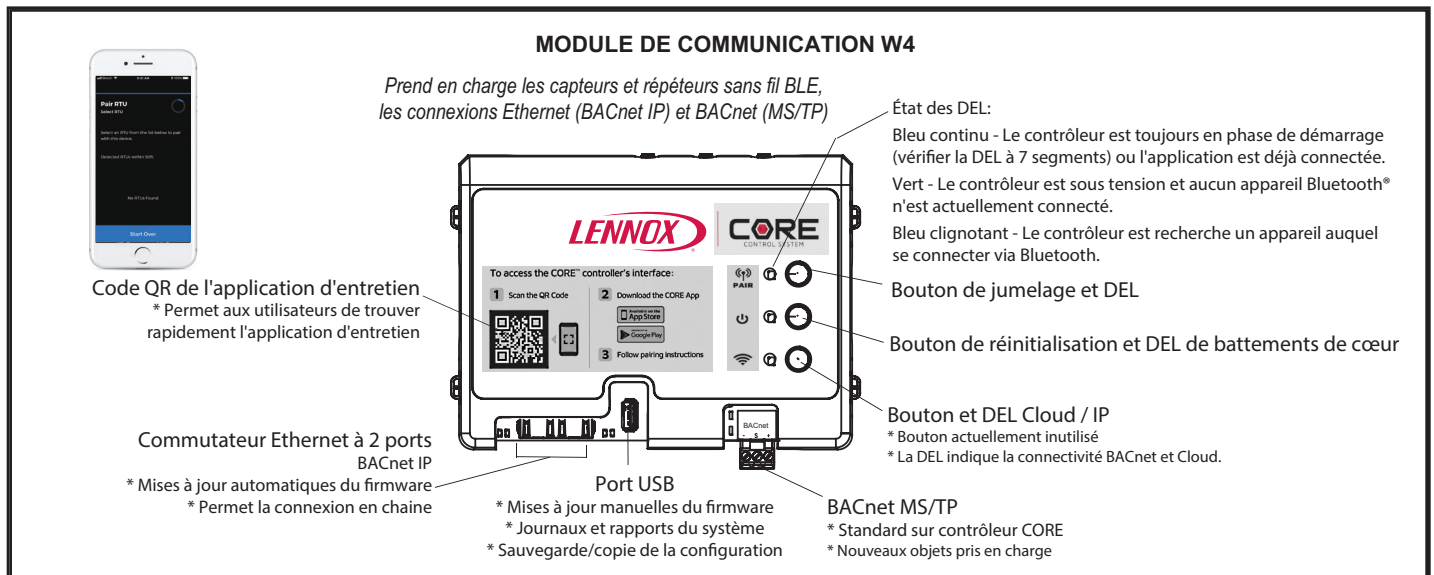

FIGURE 14
- 2 - Appuyez sur le bouton de jumelage et le maintenir enfoncé pendant 5 secondes. Reportez-vous à la FIGURE 14.